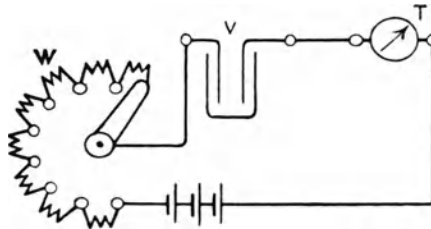

Fig. 1.
17. Um eine Tangentenbussole zu eichen, wurde in den Stromkreis dreier Elemente (Fig. 1) ein Regulierwiderstand W , ein Kupfervoltmeter V und die Tangentenbussole T eingeschaltet.
19. Um ein Dynamometer zu eichen, wurde dasselbe mit einem Kupfervoltmeter zusammen in den Stromkreis einer Batterie eingeschaltet (s. Fig. 1), wobei das Dynamometer im Mittel 150° [143 $^\circ$] (97 $^\circ$) Ausschlag anzeigte, und die Gewichtszunahme der Kathode in 30 min [25 min] (15 min) 2 [2,342] (4,34) g betrug. Wie groß ist hiernach der Reduktionsfaktor?